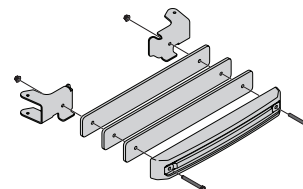

Figure 23
- Fixez le contrepoids pour tondeuse à rayon de braquage zéro (719-04271A) et les 3 barres de pesée (789-02137) aux supports de contrepoids (gauche - 789-04077 et droit - 789-04078) avec 2 boulons de 3/8 po (710-3085) et 2 écrous (712-04065) comme indiqué dans la Figure 23.